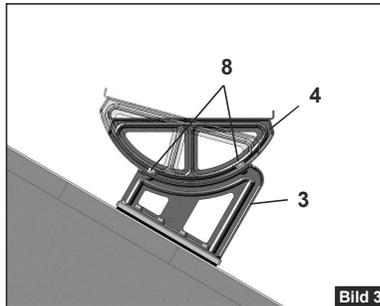

Bild 3
- Zur Einstellung der Dachneigung muss die Schraubverbindung (8) im Langloch gelöst und die Schraubverbindung (8) in der Lochreihe demontiert werden. Jetzt kann das Laufstegoberteil (4) der Dachneigung angepasst und die Schraubverbindungen (8) wieder befestigt werden. (**Bild 3**)